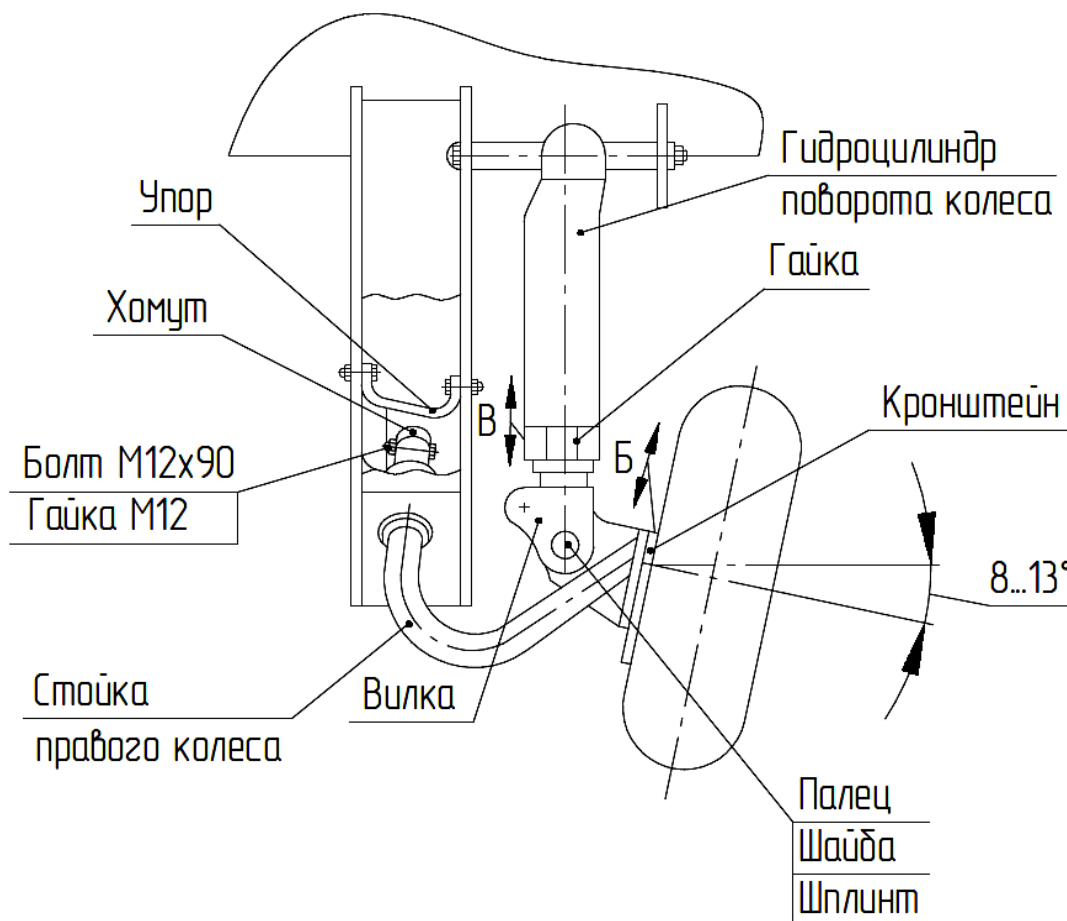

Рисунок 2.3 – Установка правого колеса
2.3.4 Вставьте стойку правого колеса в жатку (рисунок 2.3), наденьте хомут, вставьте болт и закрутите гайку. Установите упор. Зажмите крепеж. Закрепите вилку гидроцилиндра на стойке колеса (палец, шайба, шплинт). Гайка должна в рабочем положении жатки (шток гидроцилиндра втянут) упираться в крышку гидроцилиндра.